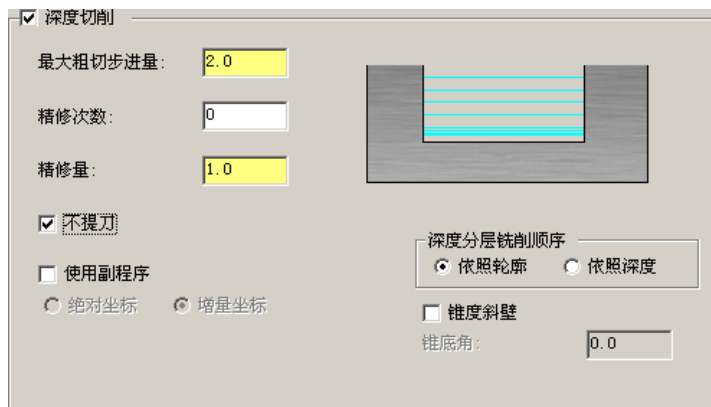

图 15.13 “深度切削”参数设置界面
(1) 设置深度参数。在“2D 刀具路径—外形铣削”对话框中的左侧节点列表中，单击 **Z轴分层铣削** 节点，设置图 15.13 所示的参数。